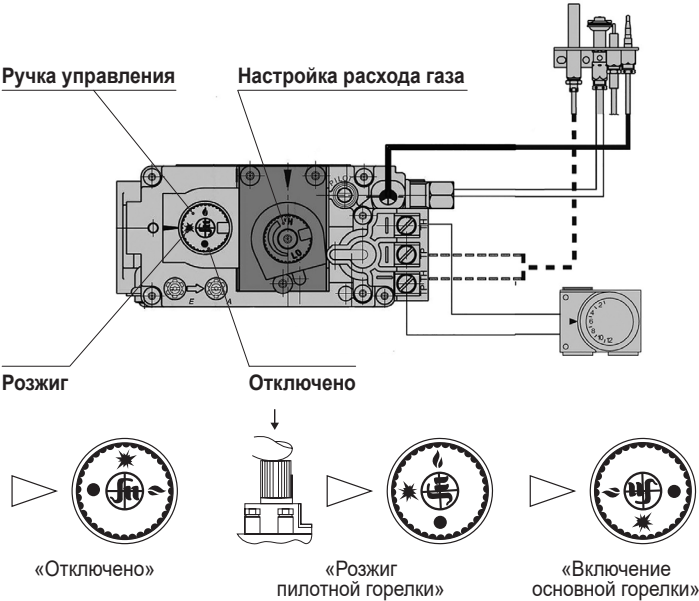

Рис. 10. Элементы управления и регулировки на газовом блоке
- Установить ручку газового блока в положение «Отключено» (см. рис. 10)
ВНИМАНИЕ! ДЛЯ ПОВТОРНОГО РОЗЖИГА КОТЛА НЕОБХОДИМО УСТАНОВИТЬ РУЧКУ В ПОЛОЖЕНИЕ «ОТКЛЮЧЕНО» (см. рис. 10), А ТОЛЬКО ЗАТЕМ ПОВЕРНУТЬ РУЧКУ ГАЗОВОГО БЛОКА В ПОЛОЖЕНИЕ «РОЗЖИГ».
Регулировка осуществляется вращением винта настройки расхода газа (рис. 10). Допускаемый диапазон выходного давления составляет 700...950 Па для природного газа.